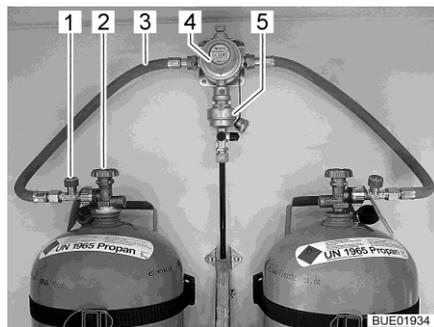
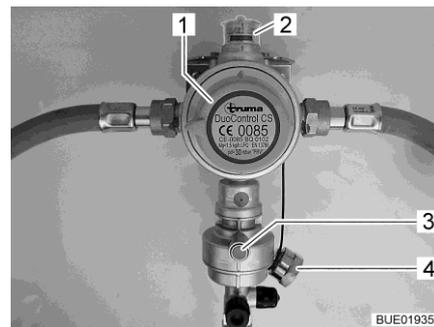
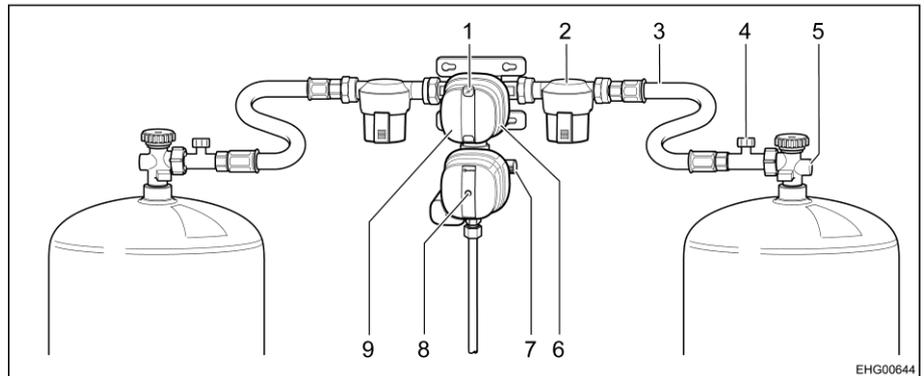

Fig. 64 Bouteilles de gaz avec DuoControl
Fig. 65 Système de réglage DuoControl
Fig. 66 Système de réglage de la pression de gaz DuoControl CS
Le système de réglage DuoControl se compose d'une valve de commutation (Fig. 64,4) et d'un capteur de crash (Fig. 64,5). Le système de réglage est monté entre les lyres (Fig. 64,3) avec une sécurité de rupture de tuyau (Fig. 64,1). Un bouton rotatif (Fig. 65,1) situé sur la valve de commutation permet de définir laquelle des bouteilles de gaz est celle de service et laquelle est celle de réserve.
L'état de l'alimentation en gaz est affiché sur le regard (Fig. 65,2) :
Le fonctionnement avec une seule bouteille de gaz est autorisé, la prise à découvert doit cependant être obturée avec le couvercle borgne (Fig. 65,4) dans ce cas-là.
Le capteur de crash coupe l'arrivée du gaz en cas de secousses importantes (par exemple accident). Le capteur de crash s'active en appuyant sur le bouton Reset vert (Fig. 65,3).
La sécurité de rupture de tuyau (Fig. 64,1) coupe l'arrivée de gaz quand le tuyau raccordé se rompt. La sécurité de rupture de tuyau s'active en appuyant sur la touche verte.
Le système de réglage DuoControl se compose d'une valve de commutation avec capteur de crash (Fig. 66,9). Le système de réglage DuoControl est monté entre les tuyaux haute pression (Fig. 66,3) avec une sécurité de rupture de tuyau (Fig. 66,4). Un bouton rotatif (Fig. 66,6) situé sur la valve de commutation permet de définir laquelle des bouteilles de gaz est celle de service et laquelle est celle de réserve.
L'état de l'alimentation en gaz est affiché à l'indicateur d'état (Fig. 66,1) :
Le fonctionnement avec une seule bouteille de gaz est autorisé, la prise à découvert doit cependant être obturée avec le bouchon à vis (Fig. 66,7) dans ce cas-là.
Capteur de crash Le capteur de crash coupe l'arrivée du gaz en cas de secousses importantes (par exemple accident). Le capteur de crash s'active en appuyant sur le bouton Reset jaune (Fig. 66,8).
Sécurité de rupture de tuyau La sécurité de rupture de tuyau (Fig. 66,4) coupe l'arrivée de gaz quand le tuyau raccordé se rompt.
Unité de commande L'arrivée du gaz s'ouvre et se ferme sur l'unité de commande (Fig. 67) au moyen du système de réglage DuoControl. Les robinets principaux (Fig. 66,5) des bouteilles de gaz et les robinets d'arrêt de gaz des appareils doivent être ouverts manuellement.
- Choisir la bouteille de gaz avec le bouton rotatif (Fig. 66,6) de la valve de commutation à partir de laquelle le gaz sera utilisé principalement (bouteille de service). Toujours tourner le bouton rotatif à fond.
- Ouvrir les robinets principaux (Fig. 66,5) des bouteilles de gaz.
- Activer la sécurité de rupture de tuyau. Appuyer pour ce faire sur la touche verte (Fig. 64,1) ou pendant environ 5 secondes sur la sécurité de rupture de tuyau (Fig. 66,4) . Le repère vert est indiqué sur le regard et sur l'indicateur d'état (Fig. 66,1).
- Fermer les robinets principaux (Fig. 64,2 et Fig. 66,5) des bouteilles de gaz.
Le voyant de contrôle vert (Fig. 67,6) s'éteint durant le fonctionnement et le voyant de contrôle rouge (Fig. 67,5) s'allume quand la bouteille de service est vide et doit être remplacée. Le repère rouge est indiqué sur le regard (Fig. 64,2) et sur l'indicateur d'état (Fig. 66,1). La bouteille de réserve alimente les appareils à gaz.
- Tourner le bouton rotatif (Fig. 66,6) d'un demi-tour en direction de la bouteille de gaz actuellement utilisée. Cette bouteille de gaz devient alors la bouteille de service, la bouteille vide devient celle de réserve. Le repère dans le regard (Fig. 64,2) et sur l'indicateur d'état (Fig. 66,1) passe du rouge au vert.
- Fermer le robinet principal (Fig. 64,2 ou Fig. 66,5) sur la bouteille de gaz vide. Observer le sens de la flèche.
- Activer la sécurité de rupture de tuyau. Appuyer pour ce faire sur la touche verte (Fig. 64,1) ou appuyer pendant environ 5 secondes sur la sécurité de rupture de tuyau (Fig. 66,4).